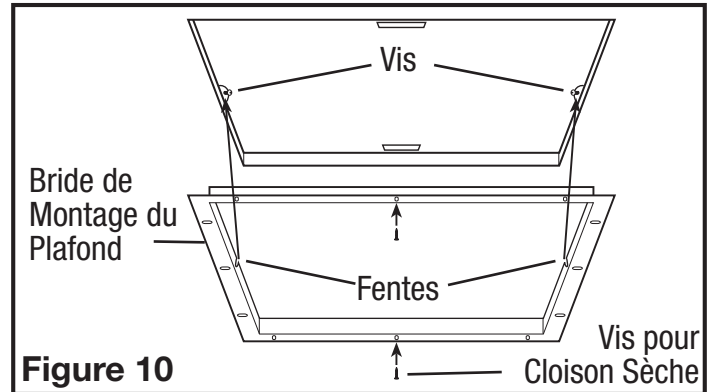

Figure 10
4. Installez la bride de montage au plafond pour couvrir tous les espaces qui existent entre le boîtier et le plafond fini. Retirer les deux vis qui relient la bride de montage au boîtier. Placez un scellant (non fourni) sur le bord intérieur de la bride de montage au plafond pour assurer que la bride est scellée au plafond. Alignez les trous de vis dans la bride de montage au plafond avec les trous de vis à l'intérieur du boîtier et appuyez la bride en place afin qu'elle soit bien serrée contre le plafond. Réinstallez les vis de la bride de montage à l'intérieur du boîtier (**Figure 10**).